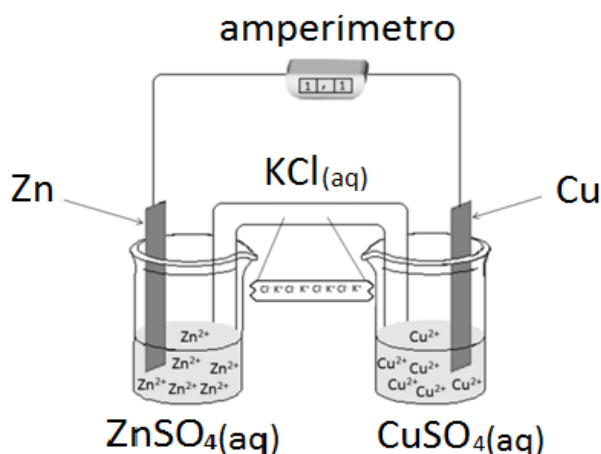

Figura 1: Montagem da Pilha de Daniell
- 1- Coloque em um béquer, 50 mL da solução de sulfato de cobre (II) $1,0 \text{ mol.L}^{-1}$. Em outro béquer coloque 50 mL da solução de sulfato de zinco (II) $1,0 \text{ mol.L}^{-1}$;
- 3- Monte o sistema conforme o esquema da figura 1 abaixo;